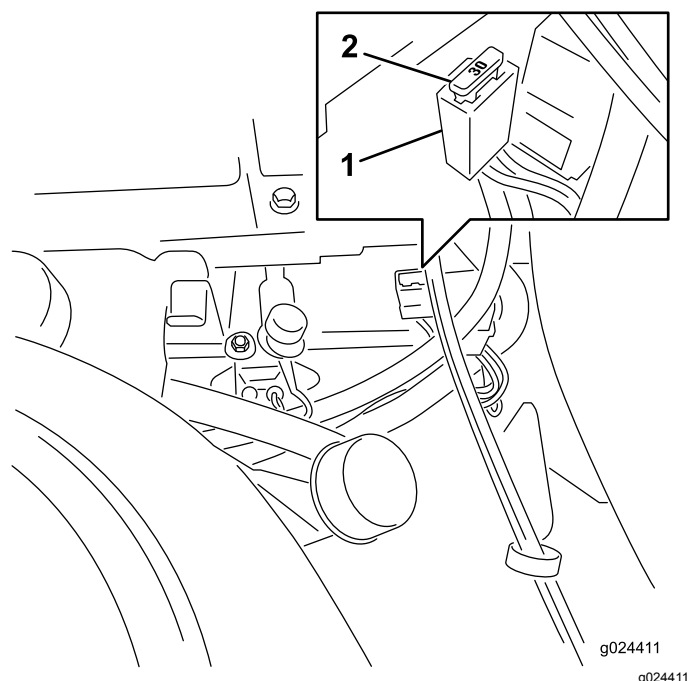

Figure 55
Remarque: Les fusibles sont situés sur la console droite, près du siège (Figure 55).
4. Placez un fusible devant l'emplacement dans le porte-fusibles (Figure 55).
5. Poussez le fusible dans le porte-fusibles jusqu'à ce qu'il soit complètement engagé (Figure 55).